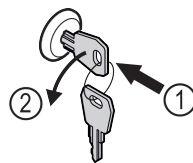

Fig. 159
- ▶ Shtyni çelësin brenda. Fig. 159 (1)
- ▶ Rrotulloni çelësin me 90° në drejtimin kundërorar. Fig. 159 (2)